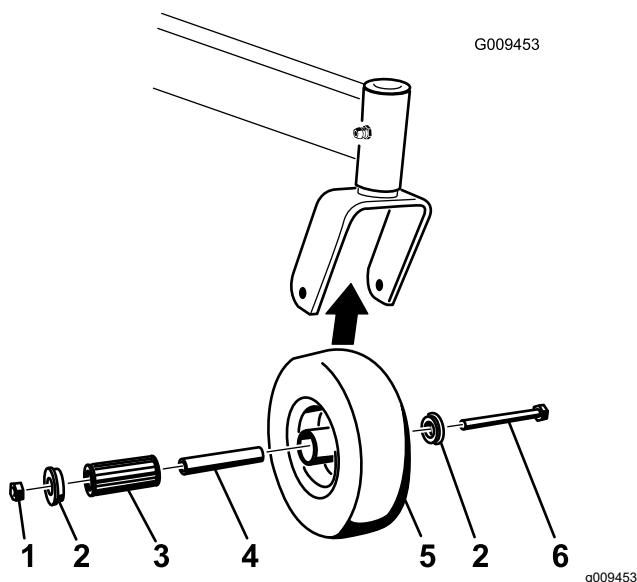

Figura 61
1. Retire la contratuerca y el perno que sujetan la rueda giratoria a la horquilla (**Figura 61**).
- Retire un solo casquillo y tire del casquillo intermedio y del cojinete de rodillos para sacarlos del cubo de la rueda (Figura 61).
- Retire el otro casquillo del cubo de la rueda y limpie la grasa y la suciedad del cubo de la rueda (Figura 61).
Nota: Repare o cambie cualquier pieza dañada o desgastada (Figura 61).
- Coloque un casquillo en el cubo de la rueda (Figura 61).
- Engrase el cojinete de rodillos y el casquillo intermedio y deslícelos en el cubo de la rueda (Figura 61).
- Coloque el segundo casquillo en el cubo de la rueda (Figura 61).
- Instale la rueda giratoria en la horquilla y fíjela con el perno y la contratuerca (Figura 61).
- Apriete la contratuerca hasta que el casquillo intermedio se apoye contra el interior de las horquillas de las ruedas giratorias (Figura 61).